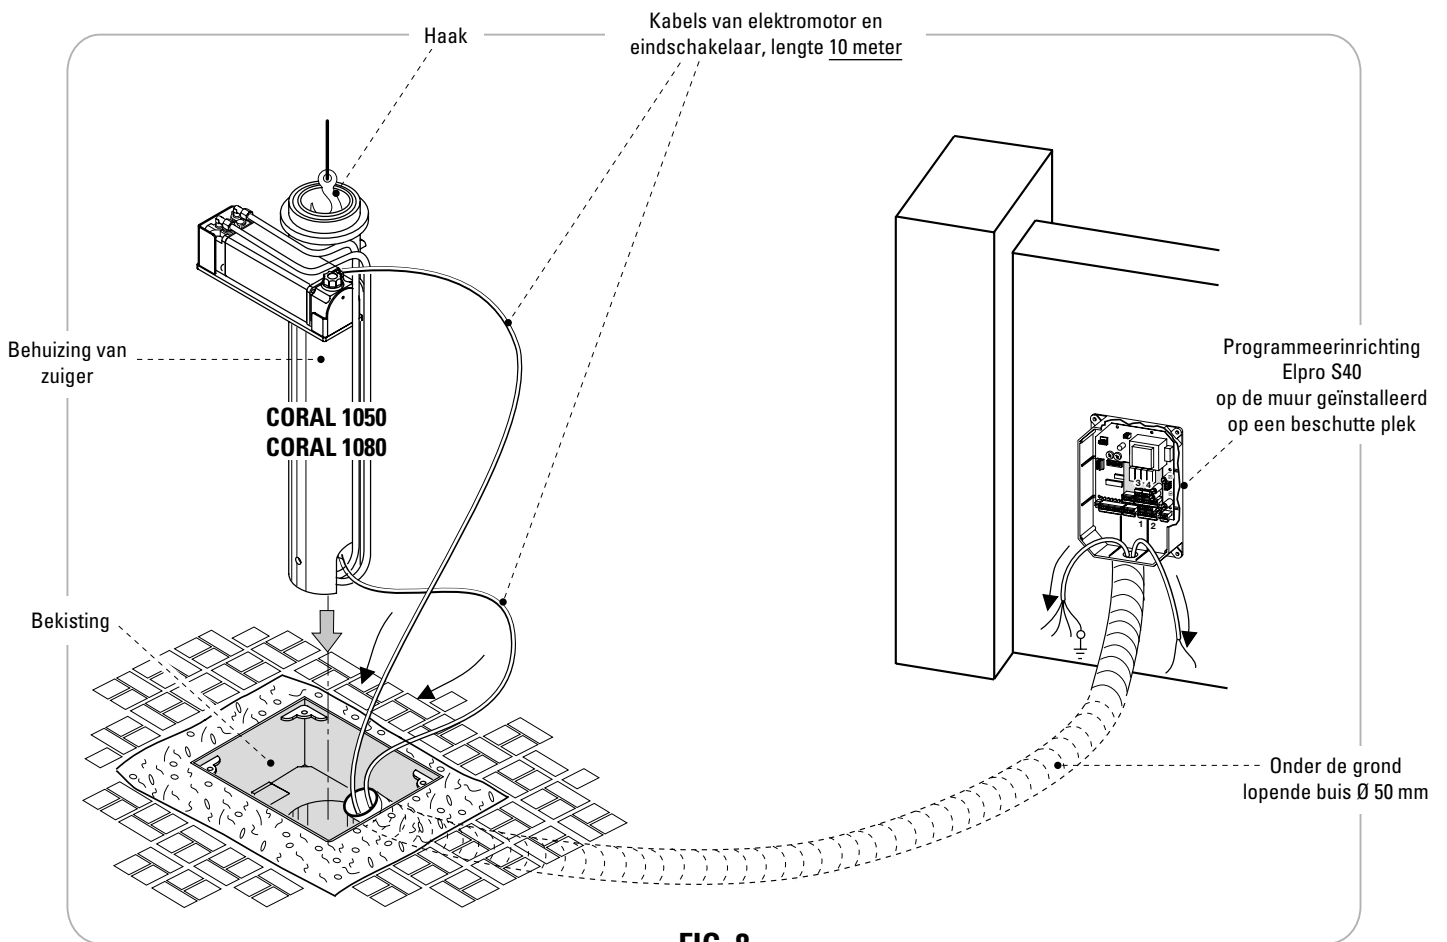

FIG. 8
- Nadat de bekisting geplaatst en geïnstalleerd is, moet de bovenkant zich op grondniveau bevinden (Fig.7 en Fig.8)